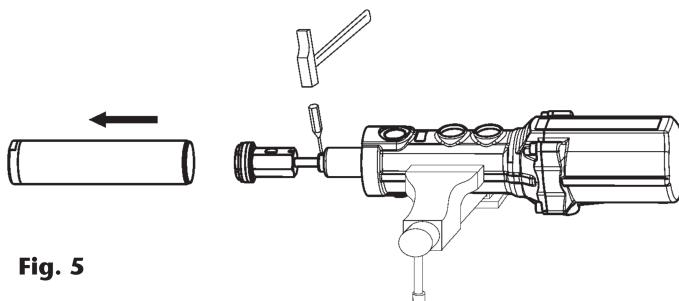

Fig. 5
3. Remove the pin (29) situated in the upper part of the connecting rod (30) (fig. 5) and unscrew the rod from the air piston (10).
3. Extraiga el pasador (29) situado en la parte superior del eje válvula impulsión (30) (fig. 5) y desenrosque el eje del vástagos (10).
3. Den Stift (29) im unteren Teil der Verbindungsstange (30) entfernen (Bild 5) und von der Luftkolbenstange (10) lösen.